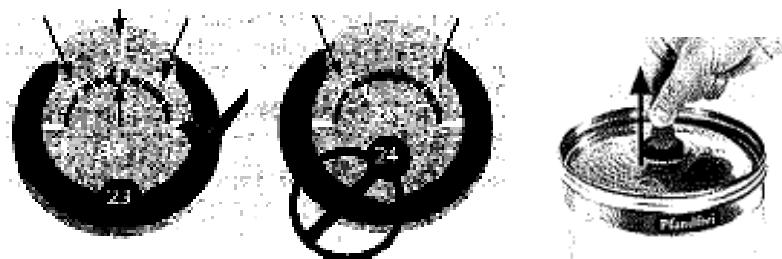

Figura 1
- \* Con los selladores con código N° 22 hay que eliminar el anillo marcado desde el sellador y perforar el barril con el refrigerador punta perforadora. (Ver la Figura 1)